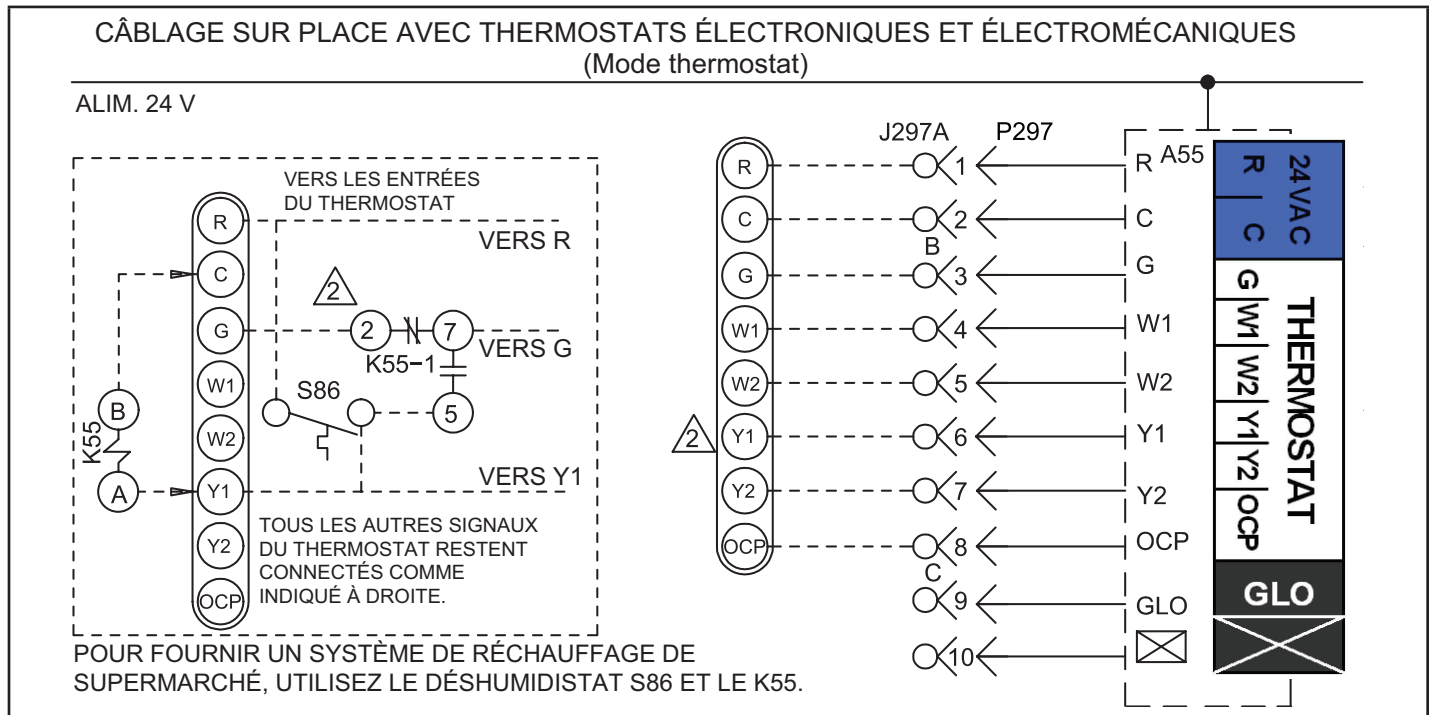

FIGURE 17
- 4 - Câblez comme indiqué à la FIGURE 17 pour les thermostats électromécaniques et électroniques. En cas d'utilisation d'autres dispositifs de contrôle de la température ou de systèmes de gestion de l'énergie, reportez-vous aux instructions et au schéma de câblage fournis par le fabricant.